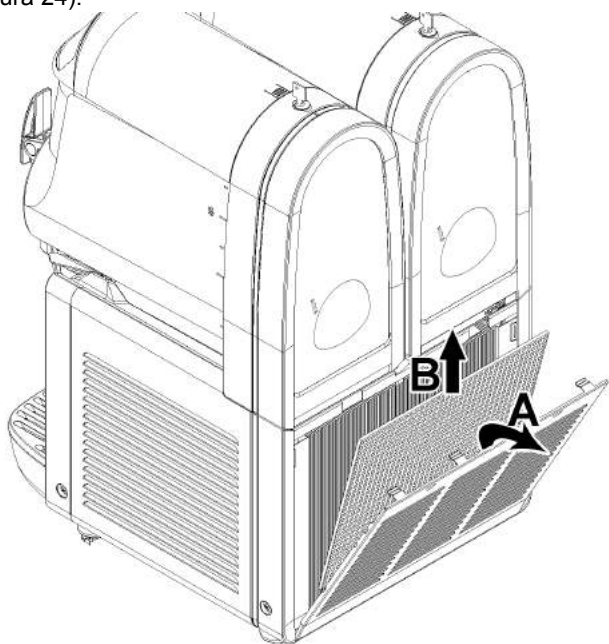

figura 24
**2 Cada mes:** eliminar el polvo acumulado en el filtro del condensador situado en el lado posterior de la máquina (ver figura 24).